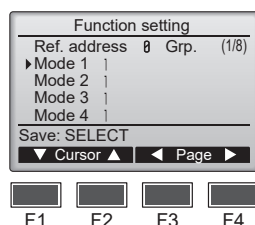

Fig. 7-14
- ④ (Fig. 7-14)
- ⑤ (Fig. 7-14)